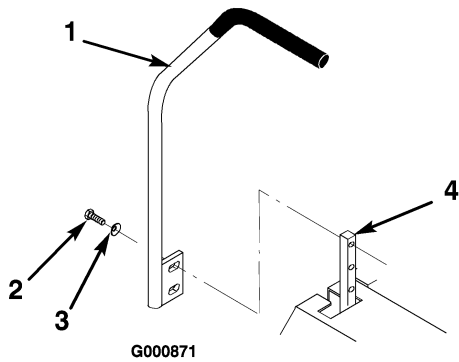

Figure 16
1. Enlevez les 2 vis et rondelles bombées qui fixent le levier de commande à l'arbre du bras de commande (Figure 16).
2. Placez le levier de commande dans les trous suivants et fixez-le en position avec les 2 vis et rondelles bombées. La face concave de la rondelle doit être tournée vers l'arbre du bras de commande (Figure 16).